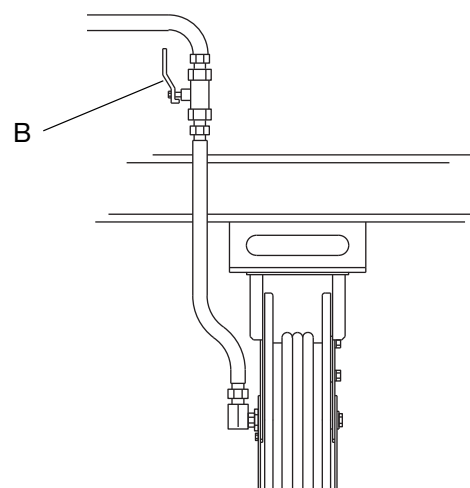

図 7
4. すべてのディスペンス位置のシャットオフバルブ (B) を開いてポンプを始動し、システムを加圧します。メーターの正しい操作方法は、**LDP5 メーターの操作 16** (図 7) を参照してください。